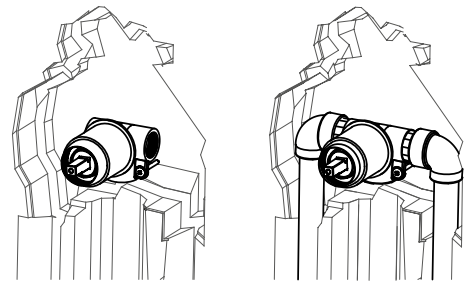

Рис. 1
3. Необходимо смонтировать смеситель*, подключив к нему трубы системы водоснабжения, и закрепить его к стене (рис. 1), подобрав его положение в нише таким образом, чтобы глубина установки не превышала 37-46 мм.